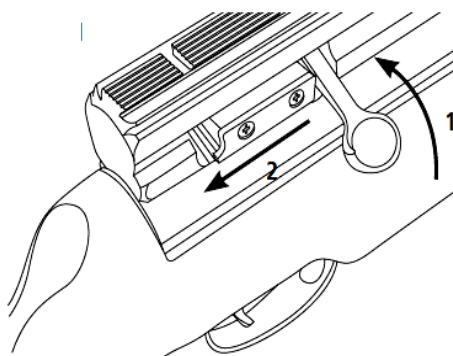
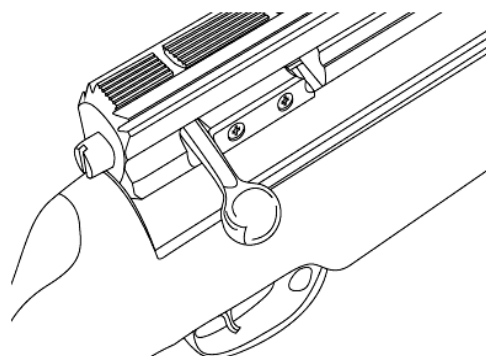

Fig. 6
Fig. 7
- For at montere magasinet i luftriflen, løftes ladegrebet og trækkes bagud og forbliver i denne stilling. (Fig. 6, fig. 7).